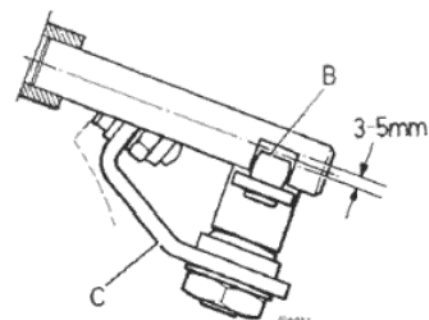

Рисунок 6.19. Правильный зазор между рычагом переключения и штифтом передаточной тяги (Раздел 13)
7. Установите рычаг в нейтральное положение и убедитесь в том, что между прорезью в конце рычага переключения и штифтом на нижней передаточной тяге имеется правильный зазор (см. Рисунок 6.19).